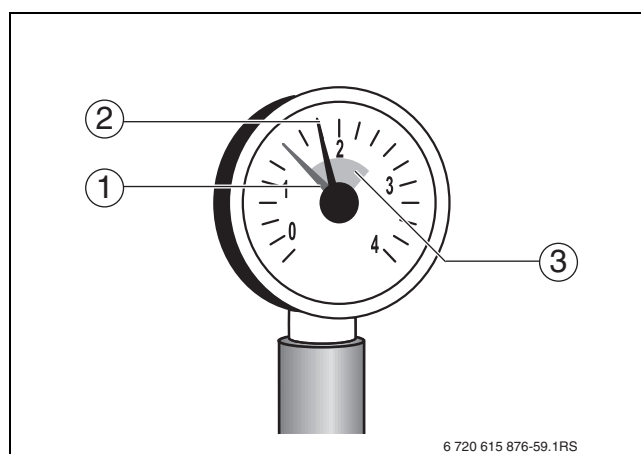

Fig. 10 Manometro per impianti chiusi
- ▶ Se dovesse verificarsi una diminuzione della pressione d'esercizio in seguito alla disaerazione (vedere impostazione lancetta rossa sul manometro → fig. 10, pag. 14), rabboccare con acqua.